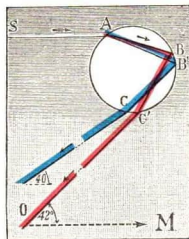

Abb. 252. Entstehung des Regenbogens
7. Der **Regenbogen** entsteht durch Brechung, Dispersion und Reflexion des Sonnenlichtes in Wassertropfen (Abb. 252). Er erscheint nur einem Beobachter, der die **Sonne** im Rücken hat.